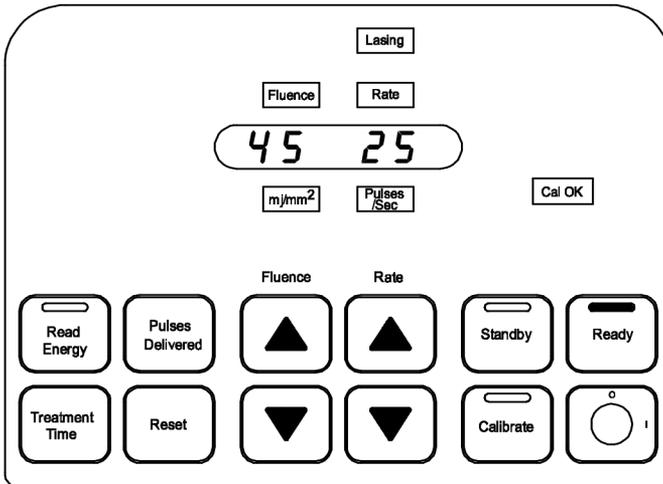

图10
5. 按下脚踏开关使红色的 Lasing (激光发射) 灯和控制面板顶部的红色状态灯亮起。(图 10)